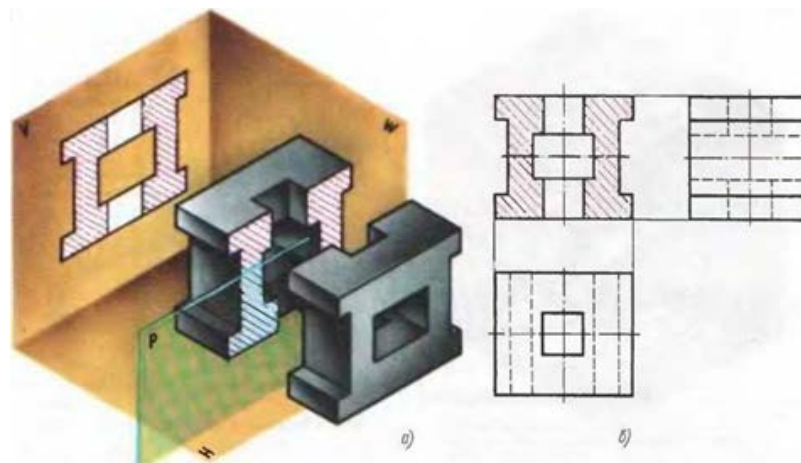
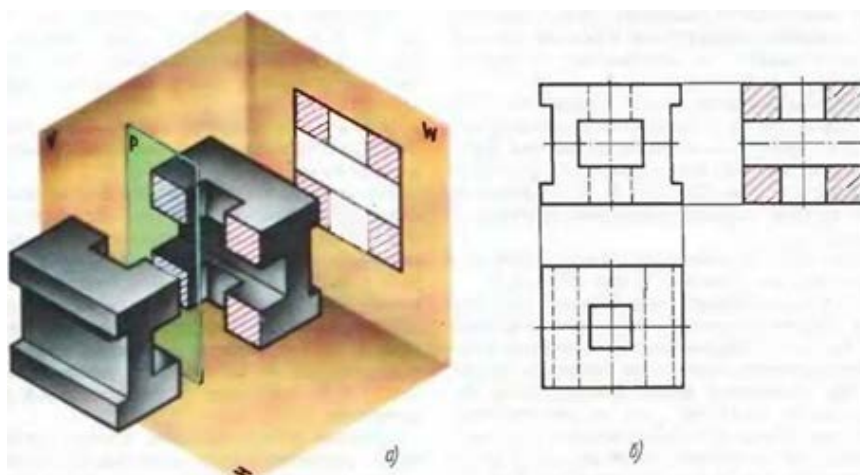

Рисунок 23
Рисунок 24
При вертикальном разрезе секущая плоскость перпендикулярна горизонтальной плоскости проекций. Вертикальный разрез называется фронтальным, если секущая плоскость P параллельна плоскости V (рис. 23, *а* и *б*), и профильным, если секущая плоскость параллельна плоскости W (рис. 24, *а* и *б*).
- 1 Как называются разрезы на рис. 23, 24 и 25?